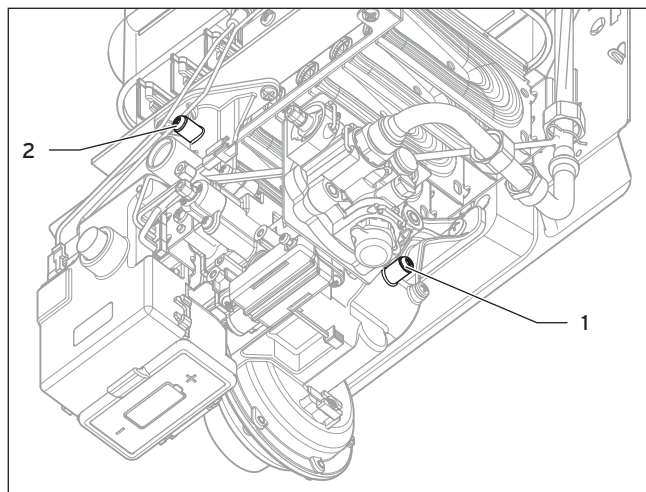

Fig. 5.4 Orificio de medición para presión del quemador
- Retire el tapón roscado del orificio de medición para presión del quemador (2), véase Fig. 5.4.